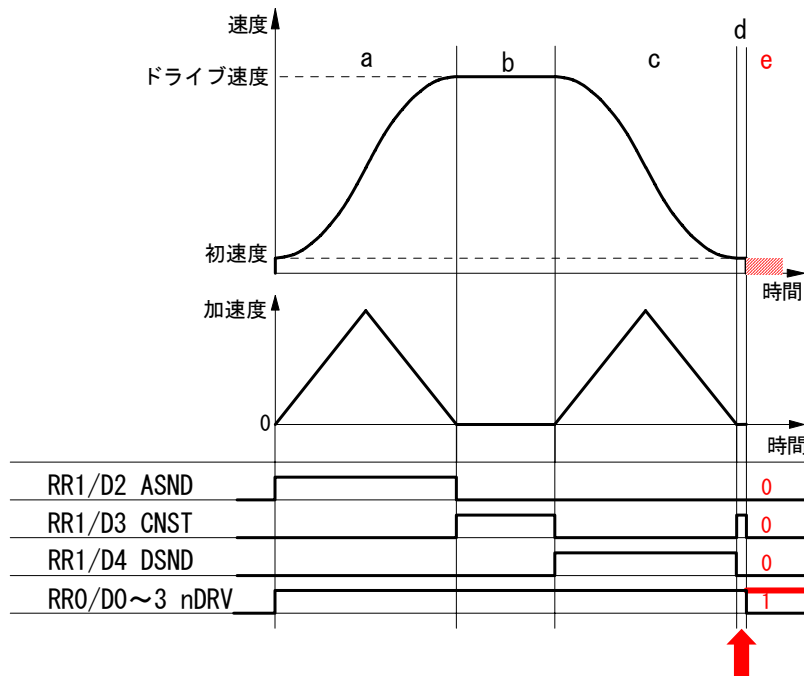

図3 RR1レジスタが示す加減速状態
ICのRR1レジスタからは、加速中(ASND)、定速中(CNST)、減速中(DSND)の加減速状態を読み取ることができますが、この時の加減速状態は下の図3ようになります。
減速停止要求が入ると不具合が発生する可能性がある区間は図3中dの区間で、この時の加減速状態は定速(CNST=1)を示しています。また不具合(連続してパルスを出す)が発生した場合には、ドライブ中(RR0/nDRV=1)にもかかわらず、ASND,CNST,DSNDはいずれも0となります。
基本的には減速が始まったら、減速停止をさせる必要がないわけですから、減速停止命令(26h)の発行を禁止するようにします。減速中であることを知るには通常  $nRR1/D4(DSND)$  を見ますが、図 3 に示すように、減速停止命令を書くと不具合が発生するのは図 3 中 d の区間です。この区間では DSND ビットは 0 になり CNST ビットが 1 になります。従って、回避策として次の 2 つの方法を提案させていただきます。
減速停止をかけたい区間は加速時及び定速時(図 3 の a と b)ですが、図 3 に示すように、不具合を起こす区間 d も定速区間 b と同じ定速状態を示します。しかし現在速度に違いがあり定速区間 b では設定ドライブ速度に近く、不具合を起こす区間 d では初速度に近い値です。従って、ドライブ開始前に初速度とドライブ速度の中間の速度を判定速度( $(\text{ドライブ速度} - \text{初速度})/2 + \text{初速度}$ )として求めておき、ドライブ中減速停止命令を発行する時には、加速中( $ASND=1$ )または定速中( $CNST=1$ )で且つ現在速度 $\geq$ 判定速度ならば減速停止命令を発行するようにします。
割込みの発生要因として、図 3 に示す S 字加減速の定速域(b 区間)終了を設定することができます。しかしこの割込みは、図 3 に示すように、ドライブ終了間際に d 区間がある場合、すなわち終了間際に初速度に到達した場合、あるいは加速度が 0 になった場合にも発生します。不具合はドライブ終了間際に、速度が初速度に到達しないで加速度が 0 に落ちた状態で、減速停止要求が発生すると起きますので、必ず d 区間が現れます。d 区間終了時の割込み発生タイミングで不具合か否かを判定する方法です。
- ① 定速域終了を確認します。ドライブしている軸の RR3/D5(C-END)ビットが0の場合は、他の割り込み要因ですので、そちらの割り込み処理を行いません。
- ② 減速域に入ったか確認します。RR1/D4(DSND)=1の場合は、図3のb区間からc区間にはいった時ですから、そのまま処理を終了します。=0の場合はd区間終了であることを示していますので、③の処理に移ります。
- ③ ドライブの終了を確認します。もしドライブが終了していれば、d区間も正常に終了したことになるので、そのまま処理を終了します。ドライブが終了していない場合は、d区間が終了したにもかかわらずドライブ状態であることですので、不具合が発生したことがほぼ確定できます。即停止命令をかける前に、次の④と⑤は安全のために確認します。
- ④ ハードリミットがオンしていることを確認します。RR1/D12,D13 ビットはそれぞれ+方向、-方向のリミットが作動すると1を示しますので、D12=1またはD13=1ならば、進行方向のリミットがオンしたと判断します。
- ⑤ 不具合発生時にはASND=CNST=DSND=0となるので、これを確認します。
- ⑥ 即停止命令を発行します。
図 3 の d 区間において進行方向のリミットがアクティブになると不具合が発生します(正確には、まれに発生する場合があります)。これを事前に回避する方策はありませんので、不具合が発生したら直ちに停止させる方法を取ることになります。図 3 に示すように不具合が発生すると(e 区間)、ドライブ状態のまま(RR0/nDRV=1)、加減速状態は ASND、CNST、DSND ともに 0 になります。この状態は正常なドライブでは起きません。よって、次のような対策のための処理例を示します。